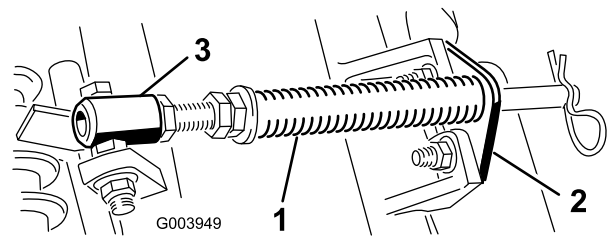

Figura 10
- A. Retire los 2 pernos de cuello cuadrado y las tuercas que sujetan el soporte de la varilla a las pestañas de la unidad de corte (Figura 10).
- B. Retire la tuerca con arandela prensada que fija el perno del tubo del muelle a la pestaña del bastidor de tiro (Figura 10). Retire el conjunto.